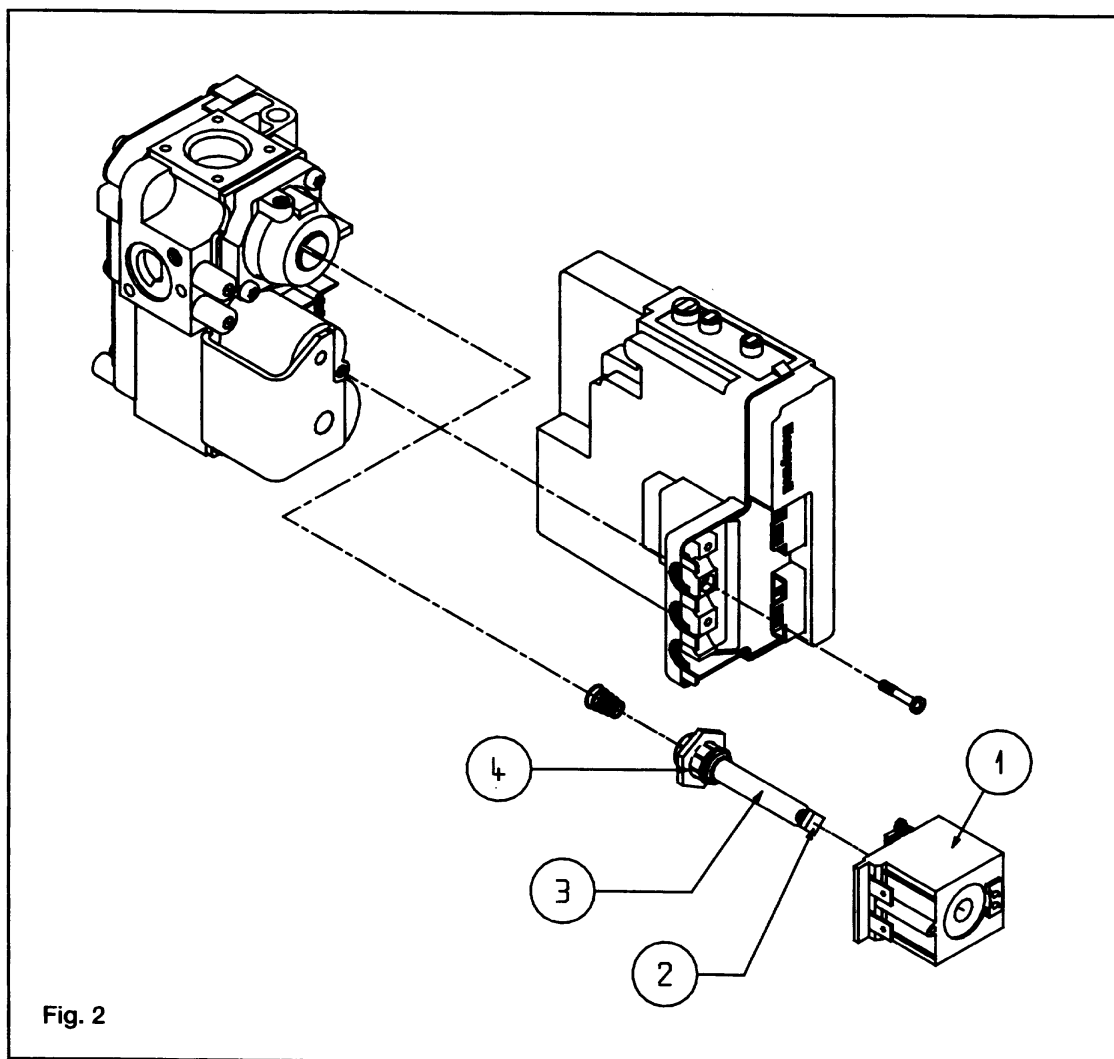

Fig. 2
- Spolen på modulatorens trækkes af. Fig. 2 pos. 1.
- Skru min.skruen i bund. Fig. 2 pos. 2.
- Juster max.trykket ved at løsne kontramøtrikken. Fig. 2 pos 4.
- Drej på spindelen, Fig. 2 pos. 3 til det ønskede dysetryk. 8,5 mbar.
- Spænd herefter kontramøtrikken. Fig. 2 pos. 4.
- Min.justerskruen drejes udaf. Fig 2 pos. 2.